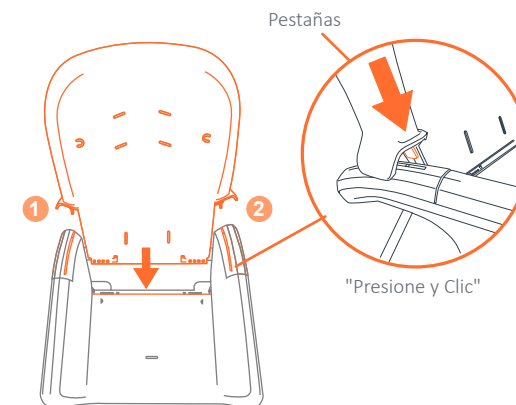

Fig. 5a
- 5) • Inserte las pestañas de metal (1) y (2) directamente en la ranura de la base del asiento hasta que se asegure en su lugar. Asegúrese de que el respaldo se asiente correctamente en la base (Fig. 5a).